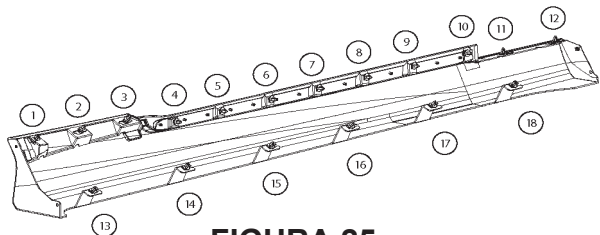

FIGURA 25
9. Inserte los sujetadores de retención de plástico que se proporcionaron dentro de la jaula y bisagras activas del revestimiento de plancha que se proporciona (18 en cada lado). Consulte la figura 25.
12. Empezando por la parte delantera, acople los sujetadores de retención de plástico en los agujeros de acoplamiento que están a lo largo de todo el borde superior del revestimiento de la plancha de base. Consulte la figura 25.
13. Acople los sujetadores de retención de plástico en los agujeros de acoplamiento que están a lo largo de toda la parte inferior del revestimiento de la plancha de base. Acople los cierres en los agujeros de acoplamiento, consulte la figura 25.